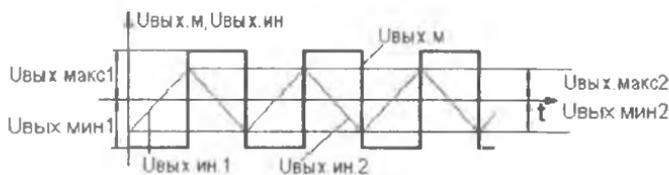

Рисунок 21 – Эпюры изменения напряжения на выходах мультивибратора  $U_{\text{вых.м}}$  и интегратора  $U_{\text{вых.ин}}$
1) На первом ОУ выполнен мультивибратор, рассчитанный в предыдущей задаче. Напряжение с выхода мультивибратора  $U_{\text{вых.м}}$  поступает на вход интегратора, собранного на втором ОУ. На выходе интегратора напряжение  $U_{\text{вых.ин}}$  попеременно то линейно возрастает, то линейно уменьшается (рисунок 21).